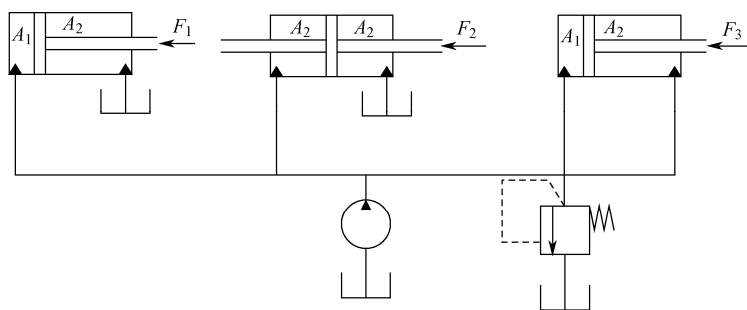

图 1-2-9
7. 如图 1-2-9 所示，泵的输油量为  $q_{\text{泵}} = 5 \text{L/min}$ ，溢流阀的开启压力为  $p = 6.0 \text{MPa}$ ， $A_1 = 0.01 \text{m}^2$ ， $A_2 = 0.008 \text{m}^2$ ， $F_1 = F_2 = F_3 = 10 \text{kN}$ 。试分析：